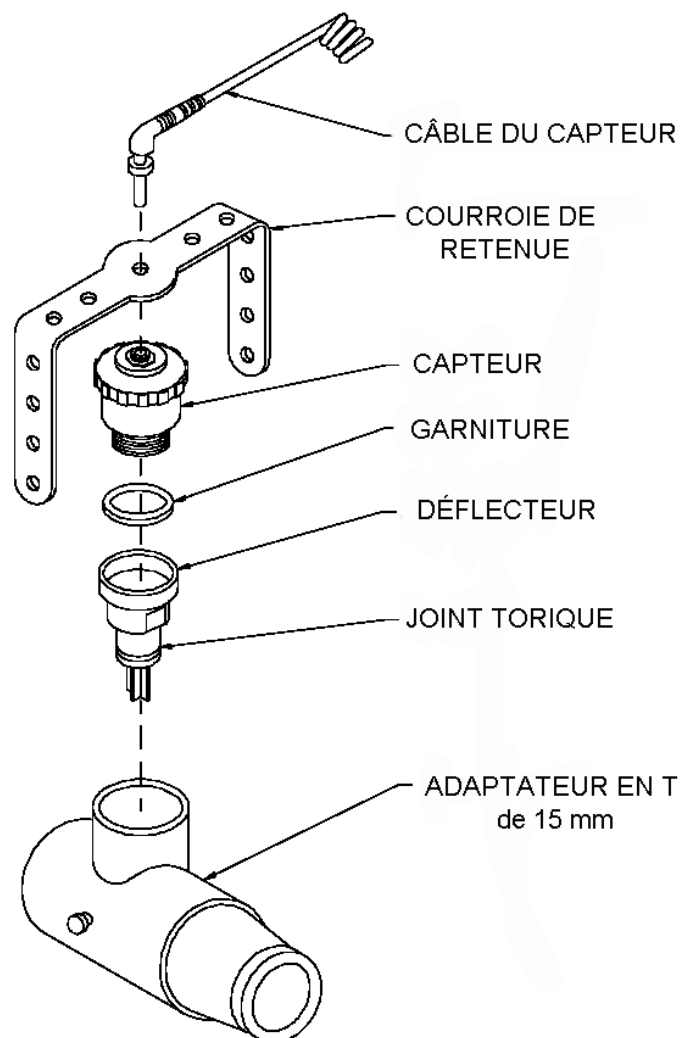

Figure 3-3.
3. Insérer fermement le capteur (avec le déflecteur) dans l'adaptateur en T avec le déflecteur dirigé vers le bas (Figure 3-3) afin d'empêcher l'humidité de se condenser sur la membrane du capteur (voir Annexe B « Effets de la pression, de l'humidité et de la température »). S'assurer que le capteur est inséré solidement dans l'adaptateur en T.
Se reporter à la Figure 3-3 pour un assemblage approprié du capteur et du déflecteur.